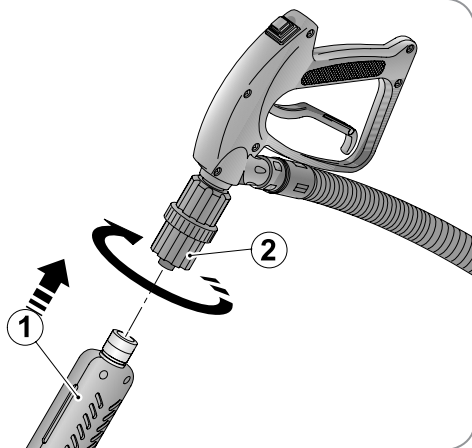

Fig. 15
Avvitare l'accessorio scelto (1) all'impugnatura del tubo flessibile facendo ruotare la ghiera (2) come mostrato in Fig. 15.